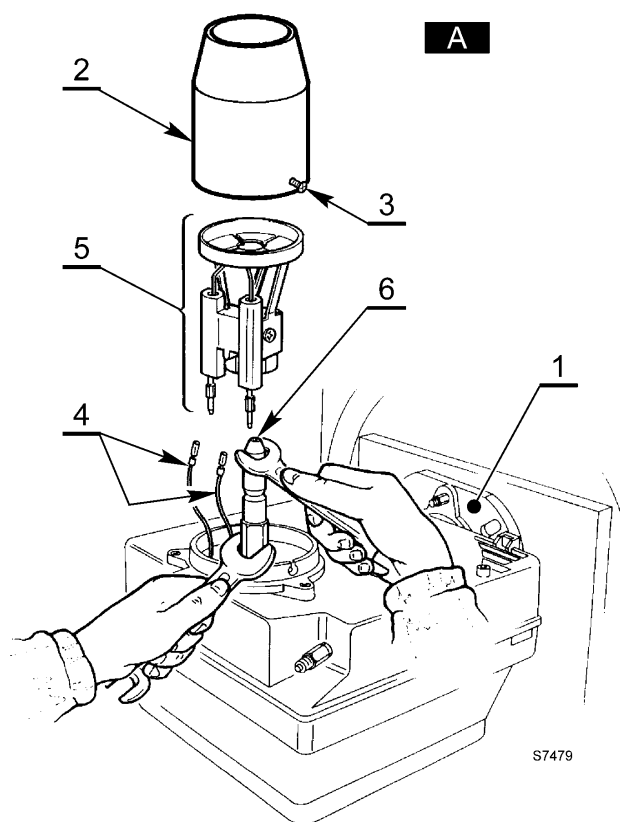
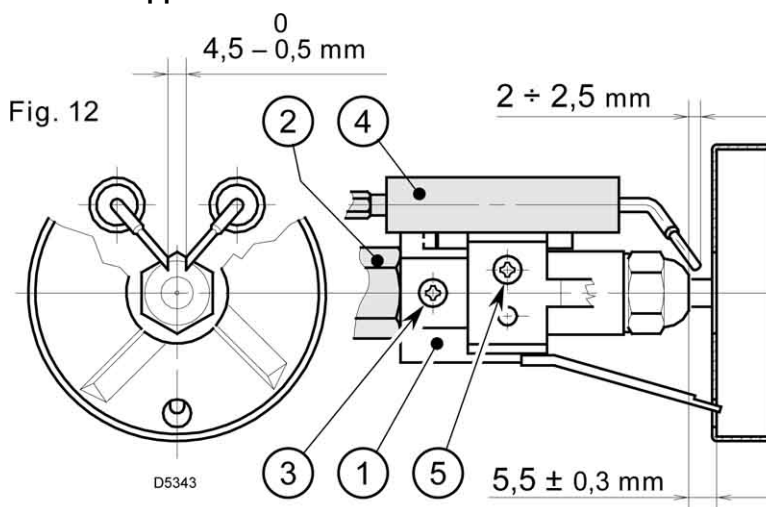

Рис. 10
Рис. 12
A Рис.10
- В то время как горелка держится на фланце (1), ослабьте винты (3) и снимите наконечник (2).
- Снимите с электродов провода (4), ослабьте винт (3, рис. 12, стр.7) и снимите с держателя форсунки турбулизатор в сборе (5).
- Закрутите форсунку (6), держа ее, как показано на рисунке.
- Ослабьте винты (2), отвинтите гайку (3), отсоедините провода (4) от блока управления (автомата горения), отсоедините фотосопротивление (6) и штекер 10 и снимите держатель форсунки (1).
- Снимите с электродов провода (4), ослабьте винт (3, рис. 12) и снимите с держателя форсунки (1) турбулизатор в сборе (11).
- Закрутите форсунку (12), держа ее, как показано на рисунке.
4.3 РЕГУЛИРОВКА ЭЛЕКТРОДОВ (смотри рис. 12)
- Менять форсунку (смотри рис. 10, стр. 6) и проверять правильное положение электродов (рис.12, стр. 7).